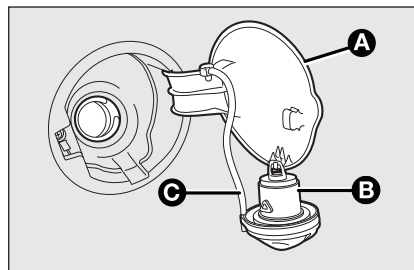

fig. 97
1) Open het klepje **A-fig. 97** door het naar buiten te trekken, houd de dop **B** gesloten, plaats de contactsleutel in het slot en draai de sleutel linksom.